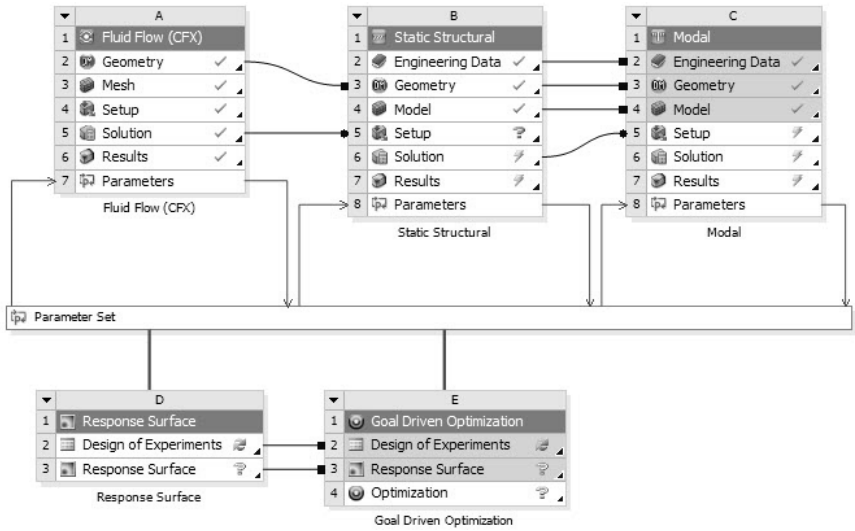

图 1-18 项目概图中的链接
- ☑ 指示数据链接系统之间的共享。这些链接以方框终止，如图 1-18 所示。
- ☑ 指示数据的链接是从上游到下游系统。这些链接以圆形终止，如图 1-18 所示。
- ☑ 链接指示系统是强制地输入参数。这些链接连接系统参数设置栏和绘制箭头进入系统中，如图 1-18 所示。
- ☑ 链接指示系统提供输出参数。这些链接连接系统参数设置栏，并用箭头指向系统，如图 1-18 所示。
- ☑ 表明设计探索系统的链接，它连接到项目参数。这些链接连接到“系统参数设置栏”，D 和 E 与系统如图 1-18 所示。